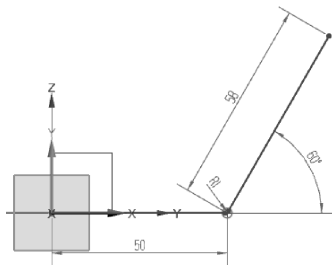

图 5-103 绘制草图
- 03 利用直接草图命令，在 YC-ZC 基准平面上绘制如图 5-103 所示的草图曲线。